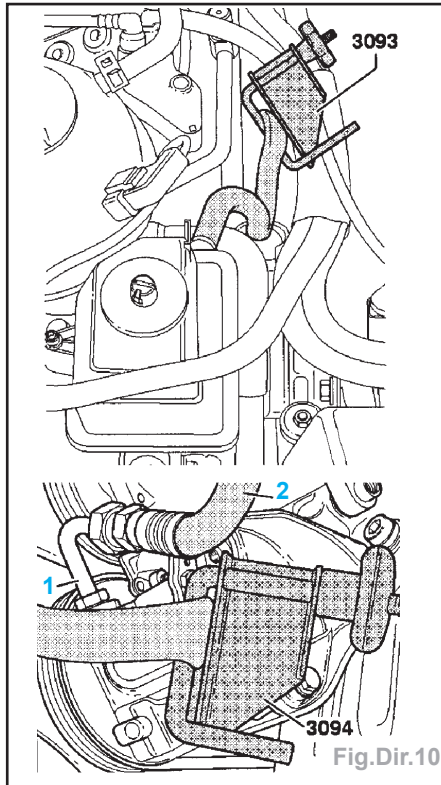

Fig.Dir.10
- le flexible venant du réservoir à l'aide de la pince (3093) (Fig.Dir.10)